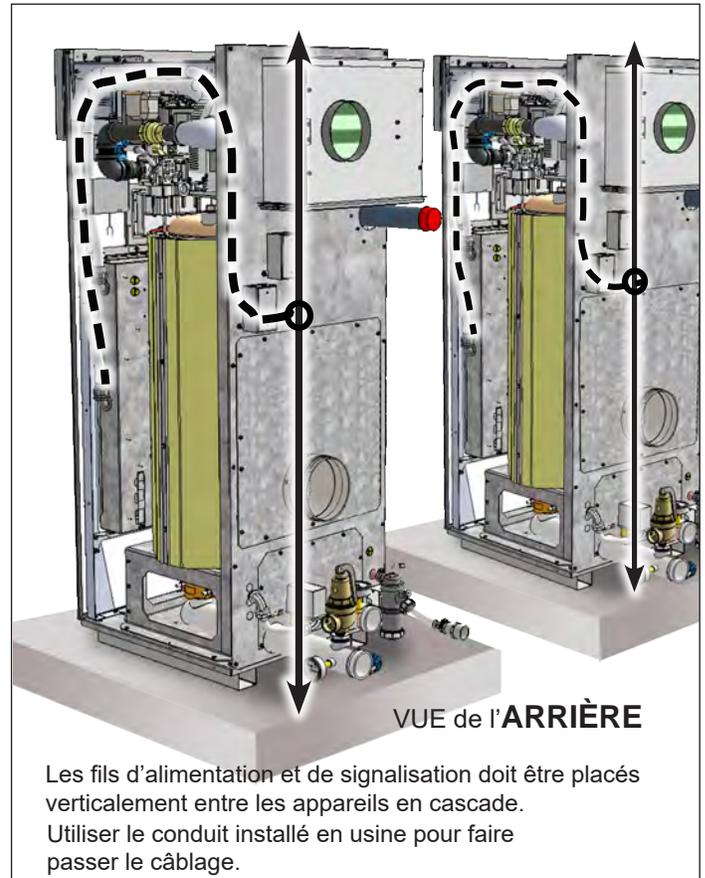

Figure 11. Accès au câblage
Cet appareil est muni d'une boîte de raccordement électrique, placée sur le panneau arrière, permettant le branchement de l'alimentation secteur. Voir Figure 11. Tous les fils d'alimentation entre cette boîte de raccordement et la boîte haute tension secteur, située à l'avant de l'appareil, sont installés en usine. L'appareil est disponible avec plusieurs configurations de tension pour s'adapter aux besoins du client, de 120 à 600 V, avec des versions monophasées ou triphasées. Consulter la plaque signalétique et le Tableau 12 pour connaître les valeurs nominales de tension et de courant appropriées.
**Tous les branchements de l'alimentation doivent passer par le panneau arrière, comme indiqué sur la Figure 11.**
Tous les branchements de l'alimentation doivent passer par le conduit électrique disponible jusqu'à l'arrière de l'appareil. Voir Figure 11.